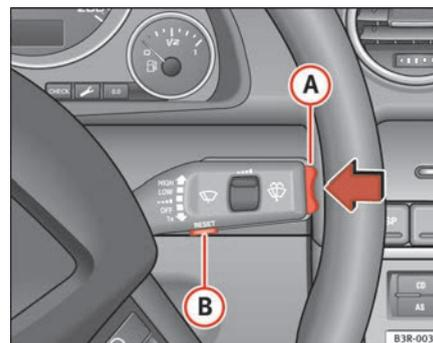

Fig. 57 Levier d'essuie-glace : sélecteur de fonction
- Appuyez sur le côté supérieur ou inférieur du sélecteur de fonctions situé sur le levier de commande d'essuie-glace **(A)** ⇒ page 87, fig. 57 pour modifier la valeur programmée. Les valeurs augmentent ou diminuent à la cadence de 10 km/h.
- Appuyez sur la touche Reset située sur le levier d'essuie-glace **(B)** ⇒ page 87, fig. 57 jusqu'à ce que le symbole barré du seuil d'alerte 2 s'affiche.